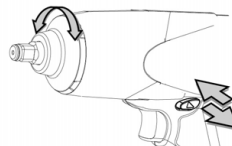

Fig. 5
4. Per invertire la macchina (vedere fig. 5), utilizzare l'asta avanti / indietro sull'unità dell'avvitatore. Le direzioni di rotazione sono indicate anche sulla faccia della barra.